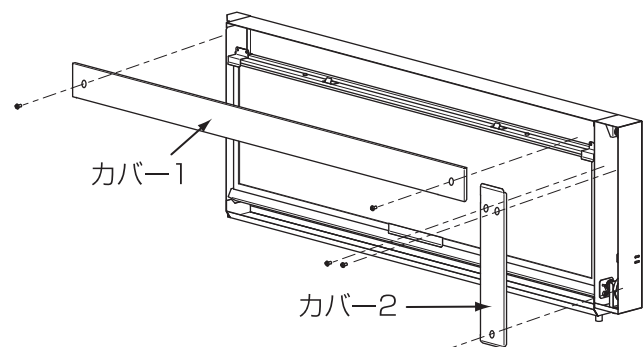

図2
- 昇降フィルターボックスのカバーを1、2の順で外してください。(図2)